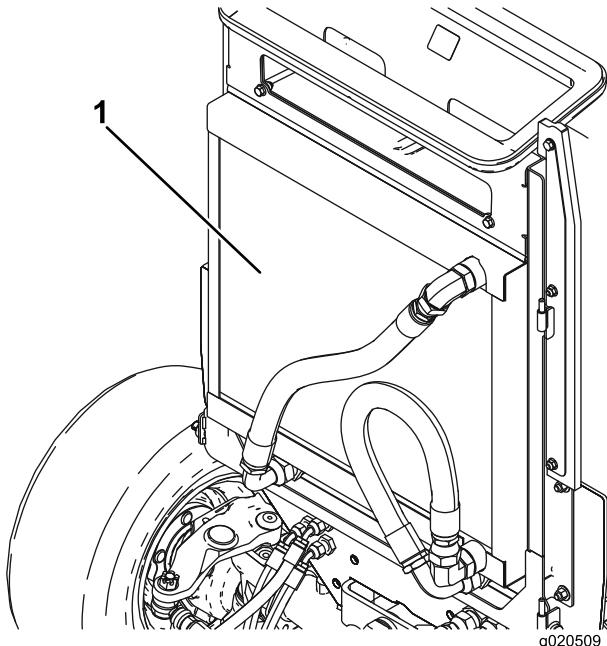

Рисунок 79
- Тщательно очистите сжатым воздухом обе стороны радиатора и маслоохладителя (Рисунок 79).